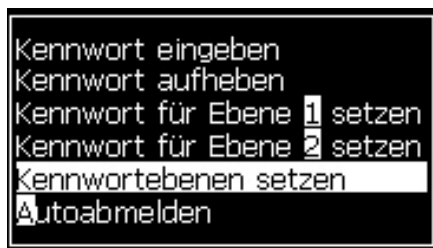
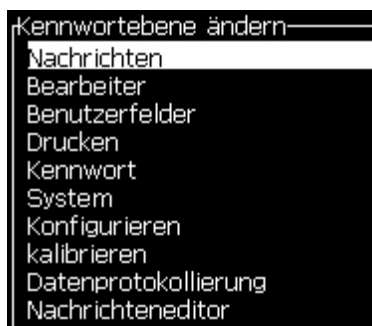
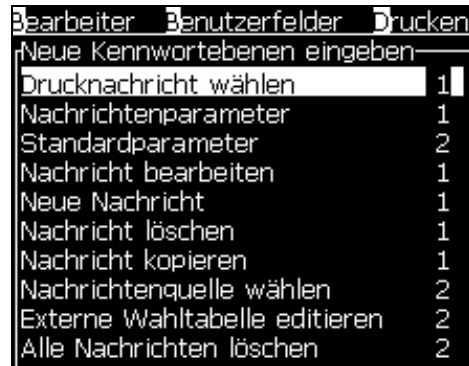

Abbildung 4-8: Kennwortebenen setzen
Abbildung 4-9: Kennwortebene ändern
Abbildung 4-10: Neue Kennwortebenen eingeben
- 1 Drücken Sie die Tasten *Alt + W* und wählen Sie *Set Password Levels* (Kennwortebenen setzen) (siehe Abbildung 4-8), um den Bildschirm *Change Password Levels* (Kennwortebenen ändern) zu öffnen (siehe Abbildung 4-9).
- 2 Wählen Sie das Menü (siehe Abbildung 4-9), welches eine andere Kennwortebene benötigt und drücken Sie die Taste *Enter*. Der Bildschirm *Enter New Password Levels* (Neue Kennwortebenen eingeben) erscheint (siehe Abbildung 4-10 auf Seite 4-6).